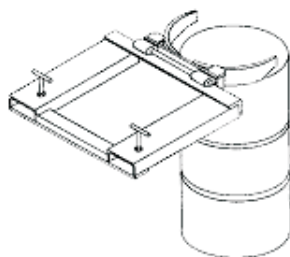

Figure 3
4. Montez la benne preneuse du cylindre enrouleur sur la position en haut du cylindre enrouleur, rendez-la décliner légèrement. (voir la Figure 3).